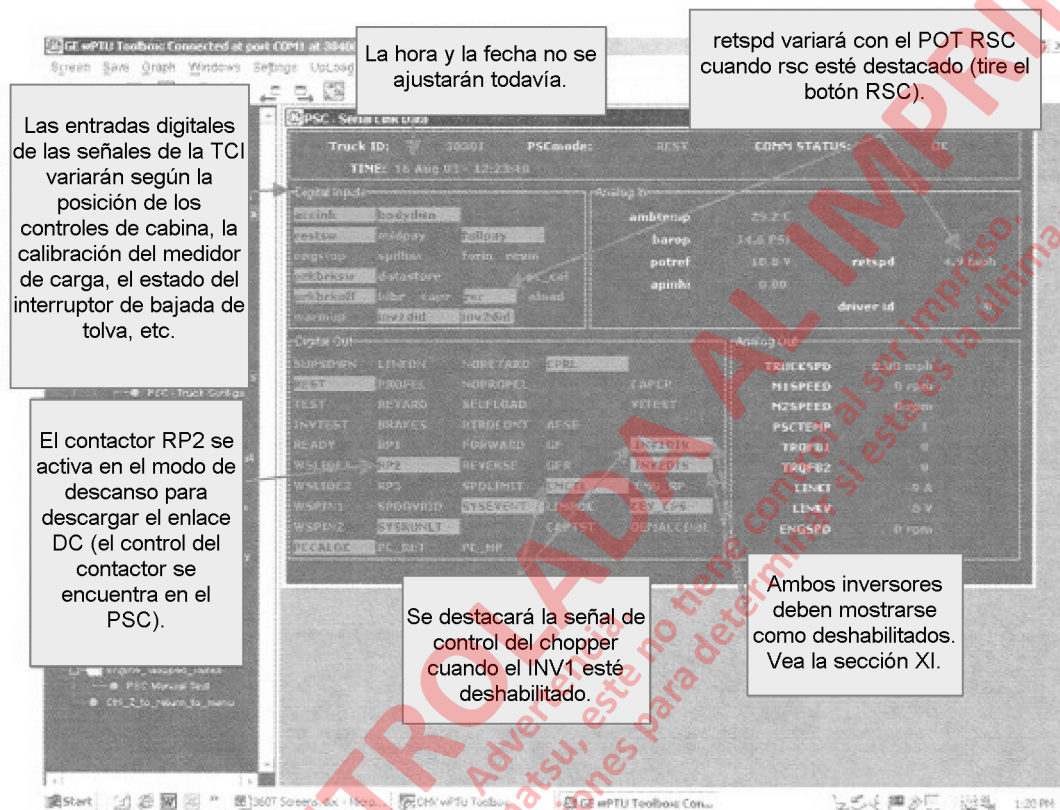

FIGURA 3-4. PANTALLA DE DATOS EN SERIE DEL PSC
- Compruebe que los valores análogos y digitales sean similares al ejemplo en la Figura 3-4.